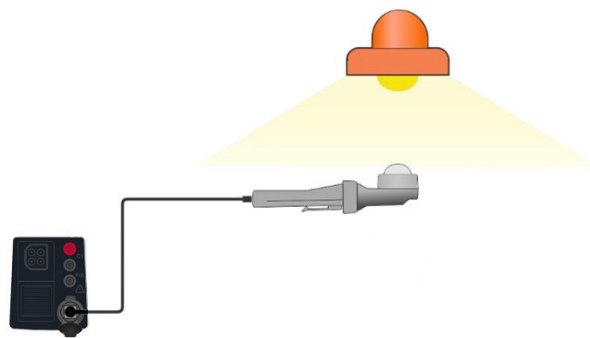

Abbildung 7.70: Positionierung des Beleuchtungsstärkesensors
- › Positionieren Sie den Beleuchtungsstärkesensor **Abbildung 7.70**.